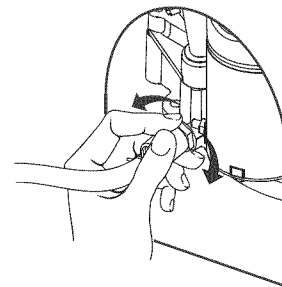

Figure 15 — Raccord de vidange d'huile
2. Enfoncez et tournez le raccord de vidange d'huile d'un quart de tour dans le sens antihoraire. Tirez lentement le raccord vers l'extérieur jusqu'à ce que l'huile commence à s'écouler (Figure 15). **NE retirez PAS** le raccord de vidange d'huile.